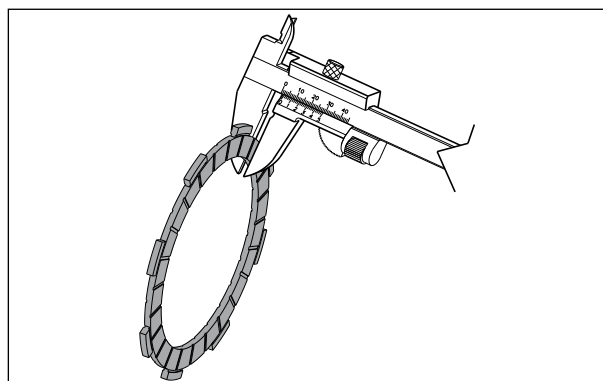

Fig. 3.16
- Inspeção a espessura do disco da embreagem, utilizando um paquímetro. Se a espessura for menor que o limite de uso, troque os discos de acionamento da embreagem como um conjunto. (Fig. 3.16)